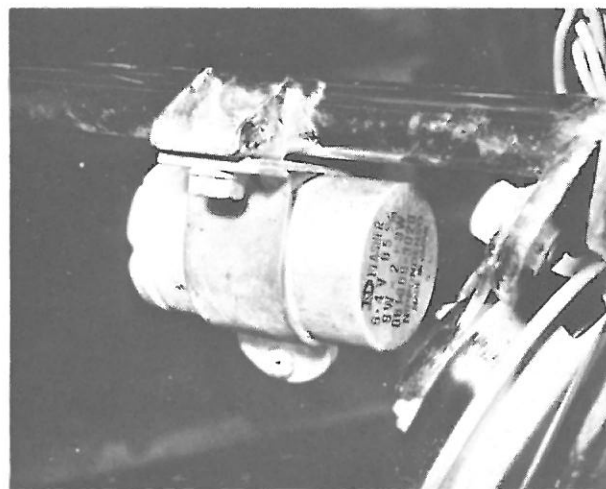

Bild 236
- Der Blinkgeber ist unmittelbar hinter der Hupe (Signalhorn) am Rahmenquerrohr montiert. Er wird von einer einzelnen Schraube gehalten, die durch eine Befestigungsschelle führt (Bild 236).